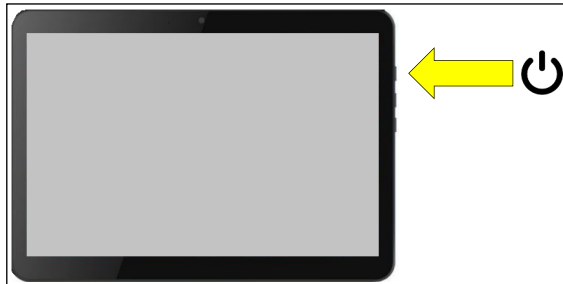

Figura 10
1. Tenere premuto il tasto  sul lato del tablet (figura 10). Apparirà il "lockscreen" (schermata di blocco) del tablet.